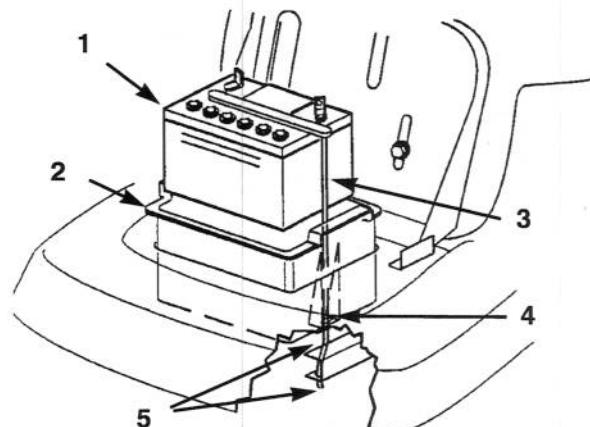

Fig. 21
5. Rimuovete il vaso contenitore della batteria, la batteria ed il tubetto lungo di sfiato dal telaio (Fig. 21).
1. Inserite la batteria nel vaso contenitore, quindi inserite il tubetto di sfiato nella scanalatura ed attraverso la fessura in fondo al vaso contenitore (Fig. 21).
IMPORTANTE: Guardate nella feritoia dove il vaso contenitore della batteria si inserisce nel telaio, ed osservate il foro in fondo all'elemento destro del telaio (Fig. 21). Inserite sempre il tubetto lungo di sfiato della batteria attraverso questo foro per impedire che l'acido della batteria non corrod় il trattorino o il tosaerba.